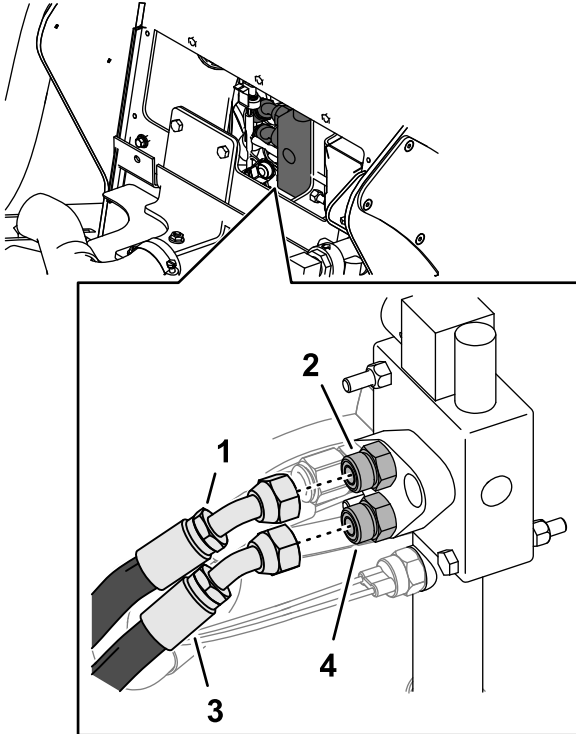

Bild 9
1. Markieren Sie den oberen Laderschlauch mit „Anschluss B“, und entfernen Sie den Schlauch vom Anschlussstück des Hilfsventils (**Bild 9**).